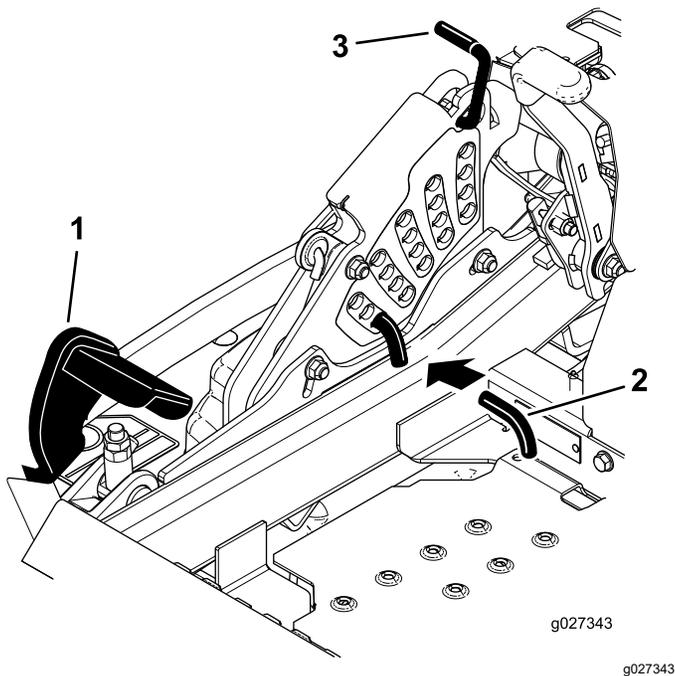

Рисунок 29
2. Нажмите на педаль подъема деки ногой и поднимите деку газонокосилки в фиксированное транспортное положение (также соответствующее положению высоты скашивания 140 мм), как показано на Рисунок 29.
3. Для выполнения регулировки высоты скашивания поверните штифт на 90 градусов и извлеките его из кронштейна высоты скашивания (Рисунок 29).
4. Выберите отверстие в кронштейне высоты скашивания, соответствующее требуемой высоте скашивания, и вставьте штифт (Рисунок 29).